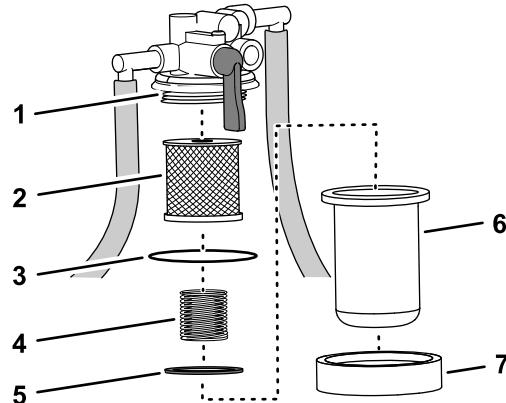

図 71
3. 燃料フィルタボウルの下に回収容器を置き、ボウルのナットを外してフィルタヘッドからボウルを外す図 71。
2. フィルタヘッドにエレメントを取り付ける図 71 フィルタ・エレメントの取り外し (ページ 56) を参照。
3. スプリングとフロートをボウルに組み付ける図 71 フィルタ・エレメントの取り外し (ページ 56) を参照。
4. フィルタヘッドにボウルとナットを取り付けてナットを手締めする図 71 フィルタ・エレメントの取り外し (ページ 56) を参照。